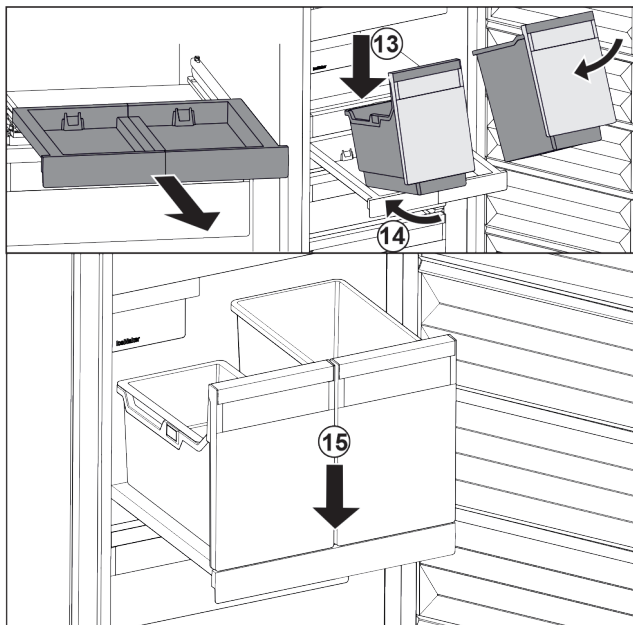

Fig. 106
- ▶ Sätt på behållaren i vinkel på utdragshyllan. Fig. 106 (13)
- ▶ Skjut in behållaren i vinkel så långt det går. Fig. 106 (14)
- ▶ Sätt ned behållaren framtill. Fig. 106 (15)